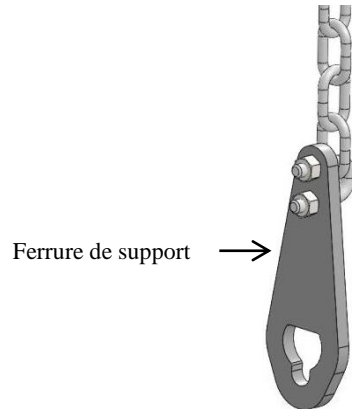

Figure 3
1. Repérer les deux ferrures de support incluses dans l'ensemble (article 2, figure 1). Poser le boulon en U et la chaîne fournis dans votre nécessaire de répartition de charge sur chaque ferrure de support, comme illustré à la figure 3 (si l'on installe le Dual Cam HP avec un nécessaire de répartition de charge existant, les boulons en U et les chaînes devront être enlevés de chaque barre stabilisatrice avant qu'ils puissent être installés sur les ferrures de support). Les boulons en U doivent être posés dans les extrémités des chaînes (dernier maillon), comme illustré à la figure 3.
2. Poser deux (2) contre-écrous par boulon en U et serrer. Au moins deux (2) filets doivent dépasser de l'extrémité des écrous.